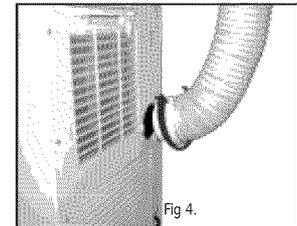

Fig. 4.
D. Conectando la Manguera de Escape al Acondicionador de Aire Portátil (AAP): Fig. 4